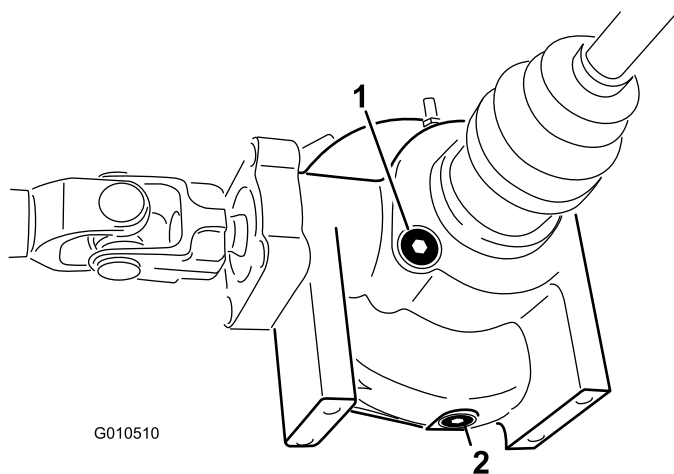

図 20
2. デファレンシャルの側面についている補給・点検プラグの周囲をきれいに拭く（図 20）。